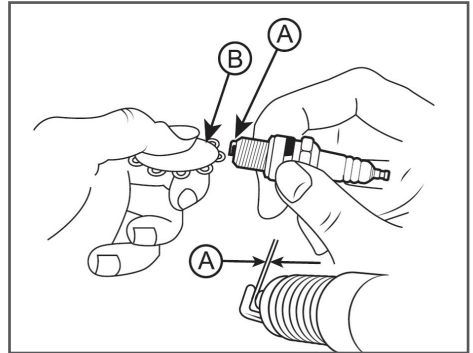

Рис. 19 Обслуживание свечи зажигания
4. Измерьте зазор между электродами свечи зажигания специальным щупом. Зазор должен быть 0,7-0,8 мм (Рис. 19). При увеличении или уменьшении требуемого зазора, рекомендуется заменить свечу, так как регулировка зазора может привести к изменению качества искрообразования.